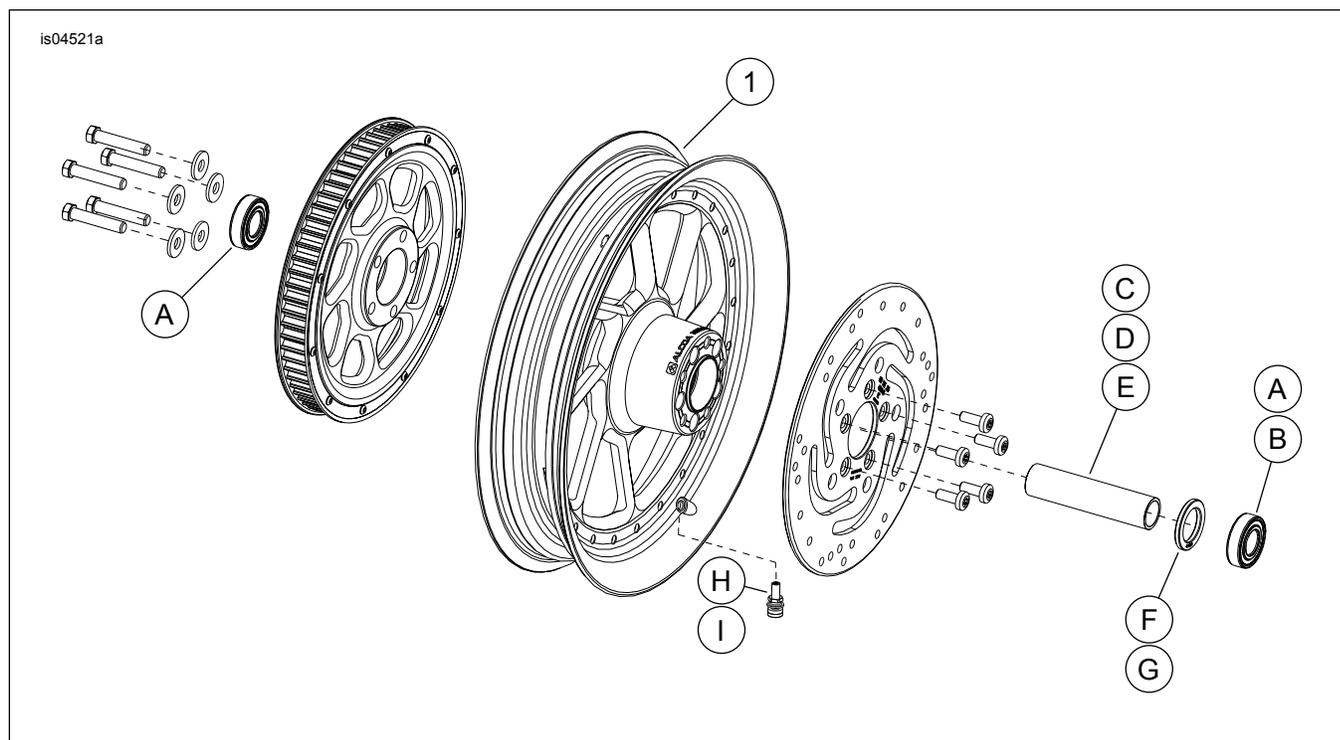

Figure 1. Pièces de rechange : Roues arrière Road Winder
Voir Figure 1 et Tableau 2.
2. Voir Figure 1. Poser l'ensemble de tige de valve (H ou I) sur la roue. Se reporter au manuel d'entretien.